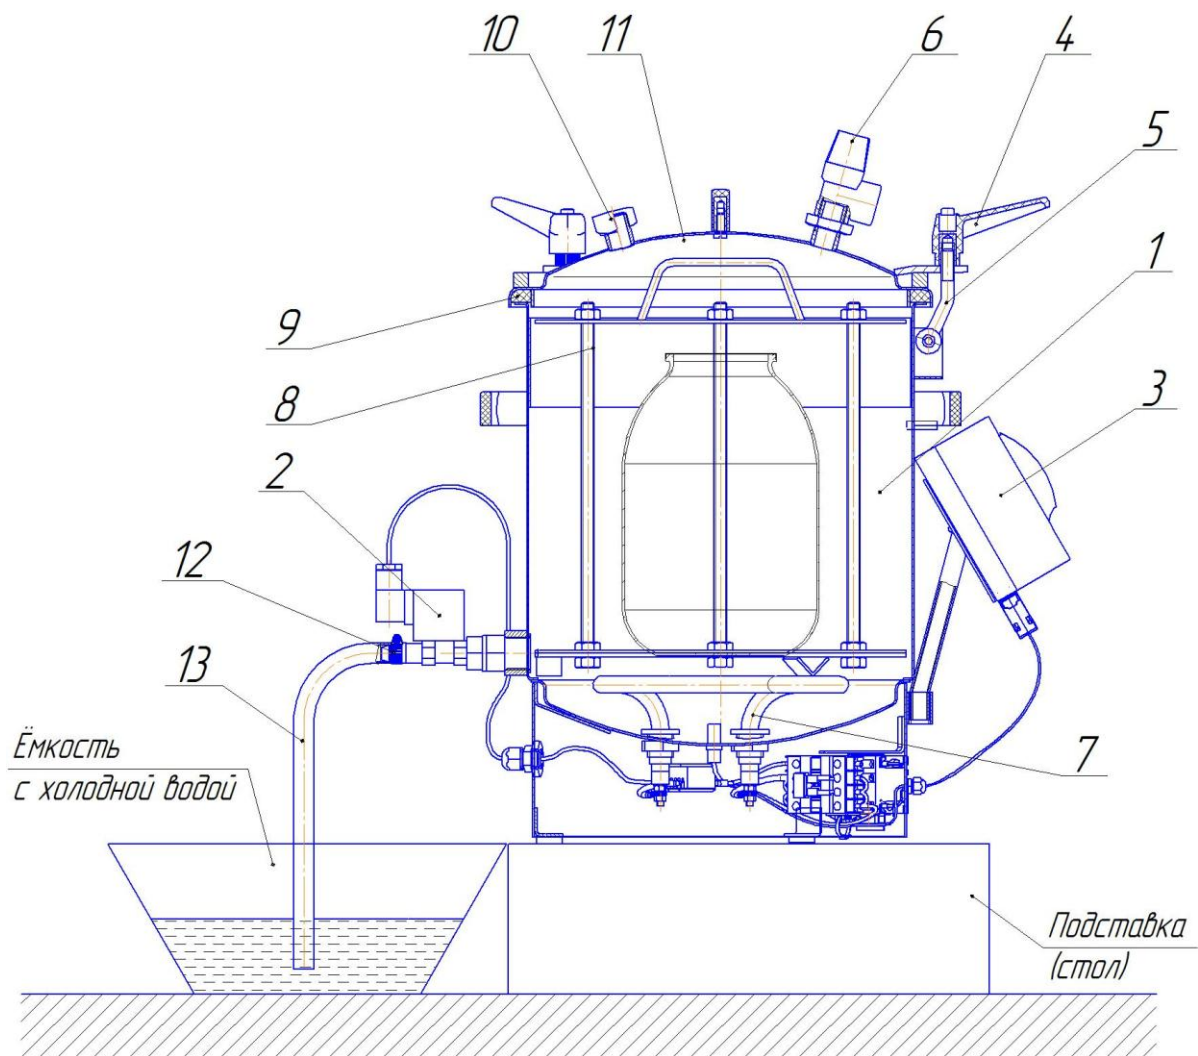

Рис. 1. Схема автоклава в сборе
| 1. Автоклав (рис. 1) | 1 |
| 2. Шланг слива (поз. 13, рис. 1) | 1 |
| 3. Электронный блок управления (поз. 3, рис. 1) | 1 |
| 4. Хомут (поз. 12, рис. 1) | 1 |
4.4. Для защиты от брызг и пара при сливе воды с температурой свыше 100 °С, конец шланга слива 13 (рис.1) опустить в ведро (или другую ёмкость) с небольшим количеством холодной воды (водяной затвор) и закрепить его (например, привязав шланг к ручке ведра), иначе возможны хаотичные движения шланга с выбросом пара и горячей воды во все стороны в первые минуты слива воды.
- не откручивать ручки 4 (рис. 1) крышки автоклава;
- при необходимости сбросить давление в автоклаве, повернув головку предохранительного клапана 6 (рис. 1) не достигая щелчка (для предотвращения попадания пара на руку надеть защитную перчатку), до полного прекращения выхода пара;
- отвинтить ручки 4 (рис. 1), отбросить винты 5 и снять крышку 11;
6.2. Установить автоклав на подставку (рис.1).
6.4. Вкрутить штуцер 1 (рис. 5) с жиклёром 2 и проставком 3 в клапан 4. Надеть конец шланга слива 13 (рис.1) на штуцер и закрепить его хомутом 12, другой конец опустить в ведро (или другую ёмкость) с небольшим количеством холодной воды и закрепить его (например, привязав шланг к ручке ведра) (смотри п. 4.4.). Для удобства удаления выливаемой воды заранее установить рядом второе пустое ведро.
6.5. Проверить затяжку заглушки с прокладкой 10 (рис. 1).
6.8. Налить в корпус 1 (рис.1) воду, при этом уровень воды должен быть на 2 см ниже верхней кромки корпуса.